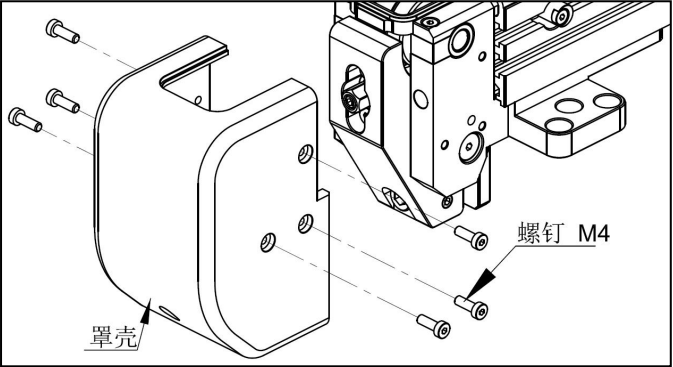

图 9-4
- （4）如图 9-4，拆下罩壳两侧 6 个 M4 螺钉，取下罩壳。